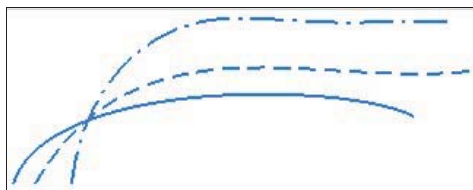

Рис. 6.21. Сплайны с различными способами
- Выбранный способ влияет на форму кривой (см. рис. 6.21).
- ◆ ЛК мыши задайте опорные точки, через которые должна пройти кривая (рис. 6.21). Их координаты появляются в окнах **Вершины** на панели **Параметры**;